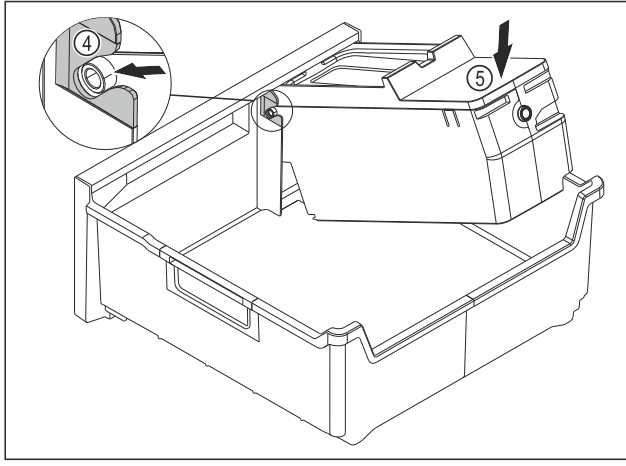

Fig. 149
- EasyTwist-Ice gövdesini monte edin: EasyTwist-Ice gövdesinin eksenlerini kılavuzlara Fig. 149 (4) itin.
- EasyTwist-Ice gövdesini Fig. 149 (5) arkadan aşağı bastırın.